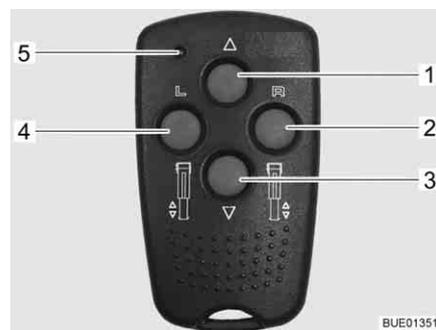

Fig. 34 Controlo remoto para apoios de elevação elétricos
- Pré-seleção: Apoio de elevação do lado esquerdo (Fig. 34,4)
- Pré-seleção: Apoio de elevação do lado direito (Fig. 34,2)
- Recolher o apoio de elevação (Fig. 34,1)
- Extrair o apoio de elevação (Fig. 34,3)
- LED de controlo (Fig. 34,5)
Sempre que uma tecla é premida, o LED de controlo (Fig. 34,5) pisca.
- Prima a tecla de pré-seleção para o lado do apoio de elevação (Fig. 34,2 ou 4) aprox. 1 segundo.
- Prima durante 2 segundos a tecla "Extrair apoio de elevação" (Fig. 34,3) e mantenha-a premida até o pé de apoio (Fig. 36,4) estar assente no chão.
- Prima durante 2 segundos a tecla "Recolher apoio de elevação" (Fig. 34,1) e mantenha-a premida até o pé de apoio (Fig. 36,4) estar completamente recolhido. Quando o apoio de elevação estiver completamente recolhido, soa um sinal de controlo.